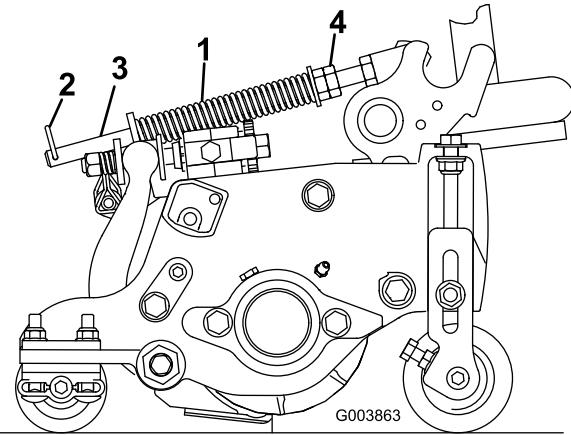

Figure 22
1. Vérifiez que la goupille fendue est insérée dans le trou de la tige de ressort (Figure 22).
| 2. Serrez les écrous hexagonaux à l'extrémité avant de la tige de ressort jusqu'à ce que la longueur du ressort comprimé soit égale à 15,9 cm (Figure 22). | |